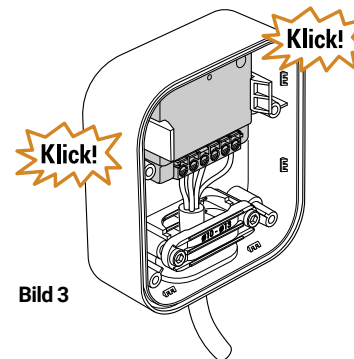

Bild 3
- 4 Setzen Sie das Modul in die Box ein - siehe **Abbildung 3**.